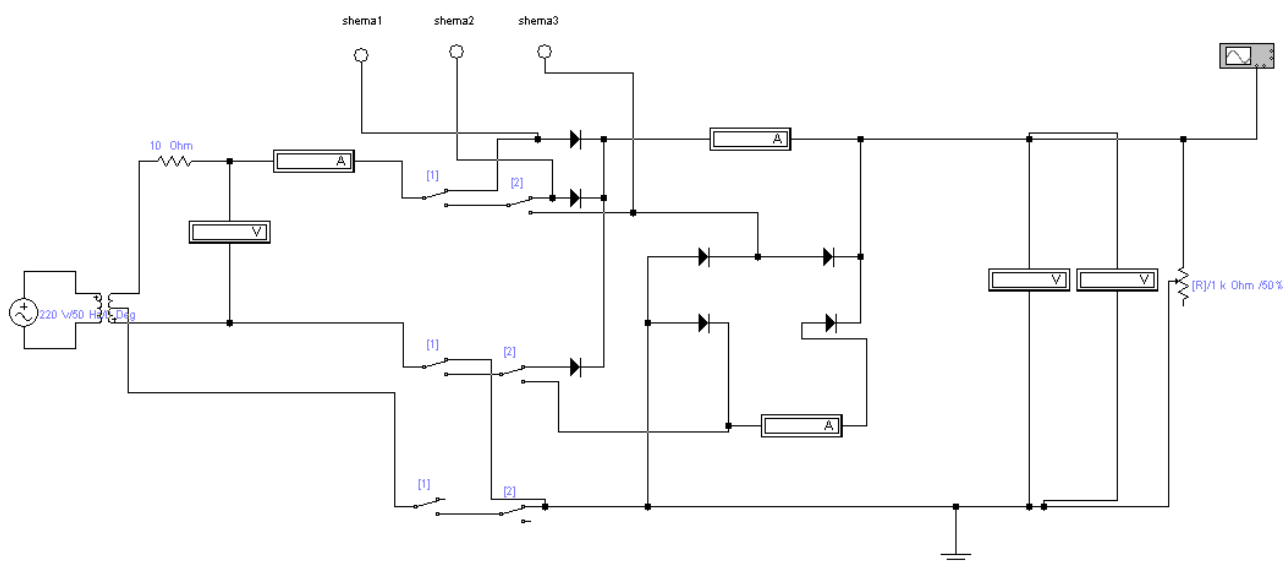

Рисунок 1.1 – Схема дослідження
1.Скласти віртуальну схему (рис. 1.1), приєднати еквівалент навантаження  $R_H$  та осцилограф.